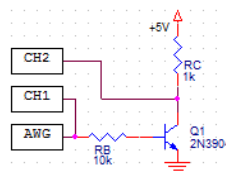

Figure 61: Amplificateur
- 1) Construisez le montage figure 61.